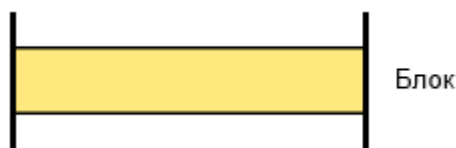

Рисунок 13.68 – Заявка на блок, отсутствуют заявки на составляющие
- 1) Подана заявка на блок, отсутствуют заявки на составляющие блока, сроки ремонта которых пересекаются со сроком ремонта блока (Рисунок 13.68), при этом: